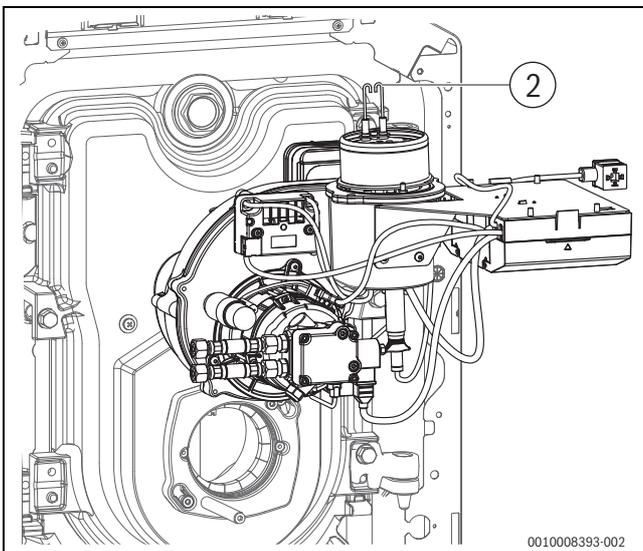

Bild 37 Brenner in Serviceposition aufstecken
- ▶ Brenner in Serviceposition (→Bild 37) aufstecken.